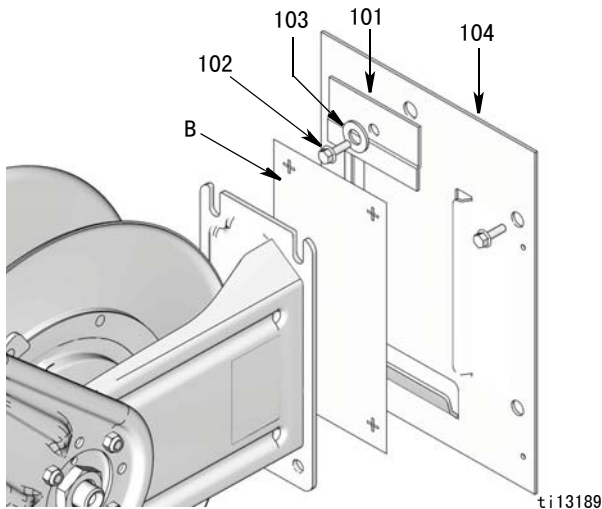

图 10
您可以将底板（ 104 ）安装到墙上以方便卷盘安装和维护拆卸（ 图 10 ）。
3. 将软管卷盘放入底板（ 104 ），然后安装压板（ 101 ）、垫圈（ 103 ）和有头螺栓（ 102 ）。拧紧螺丝（ 图 10 ）。